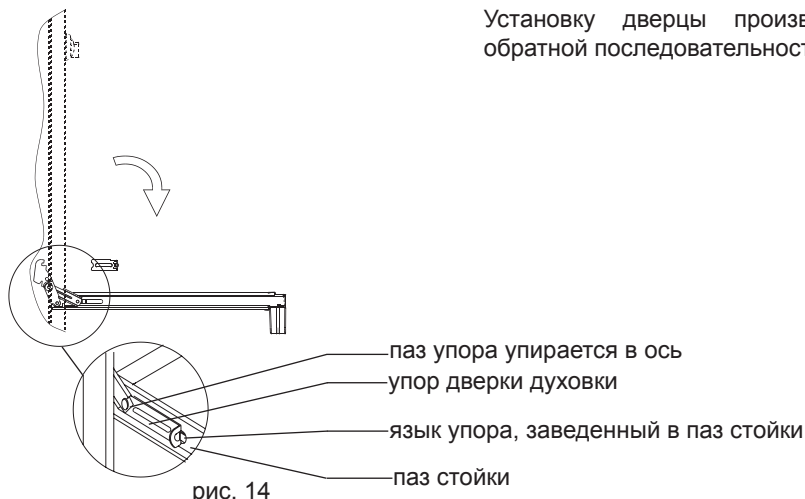

рис. 14
**Для этого нужно (см. рис. 14, 15, 16):**
1. Откинуть дверцу в горизонтальное положение. Ввести в пазы, предусмотренные слева и справа в стойках дверцы, два технологических упора (рис. 14);